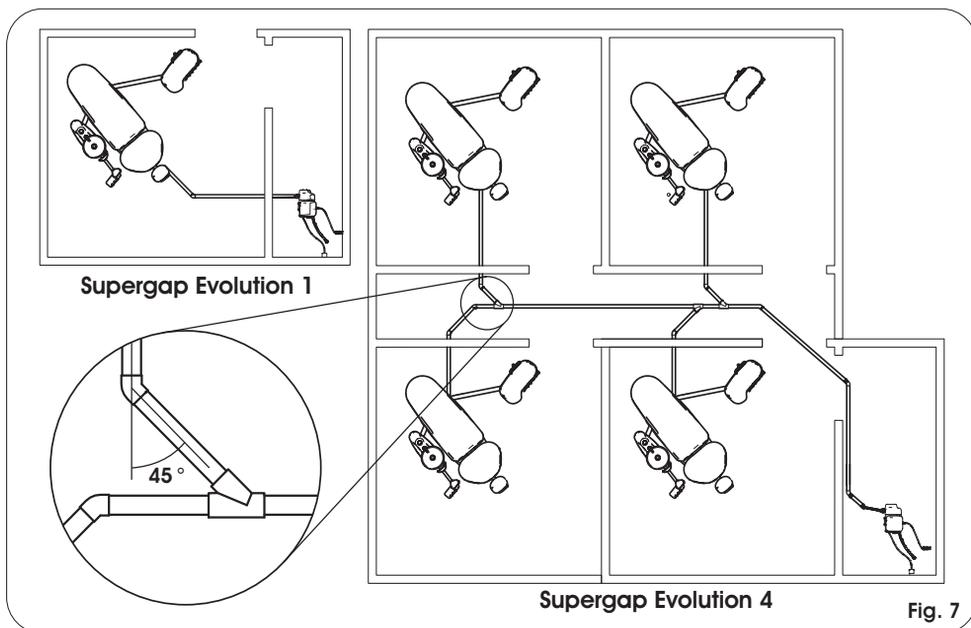

Fig. 7
- ▶ Evite conexões com ângulos retos nas tubulações, prefira conexões com ângulos de 45° e/ou curvas suaves para otimizar o vácuo (Fig. 7, pág. 8).